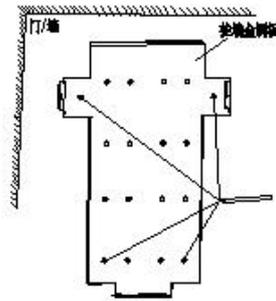

图 1-2
- 用记号笔通过挂墙金属板的四个螺丝孔位，在墙上做好记号，如图 1-2 所示（如果是安装在不锈钢格栅门上在挂墙板上找 4 个合适的螺丝孔位）